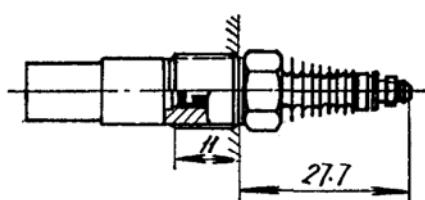

图 5
- iii) 在测量温度在200℃左右时使用带有转接头及散热器的压紧接头(图5)。